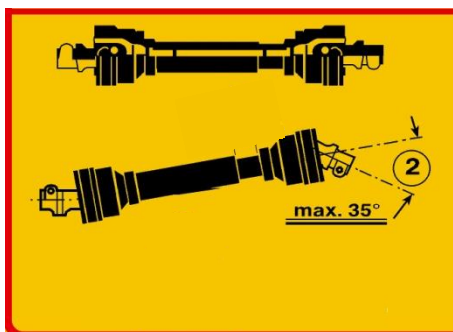

FIG.24
- Apagar siempre la toma de fuerza en el caso de que se presenten angulaciones excesivas, o cuando ya no fuera necesaria (FIG. 24). No hacer girar el agitador con las compuertas cerradas.